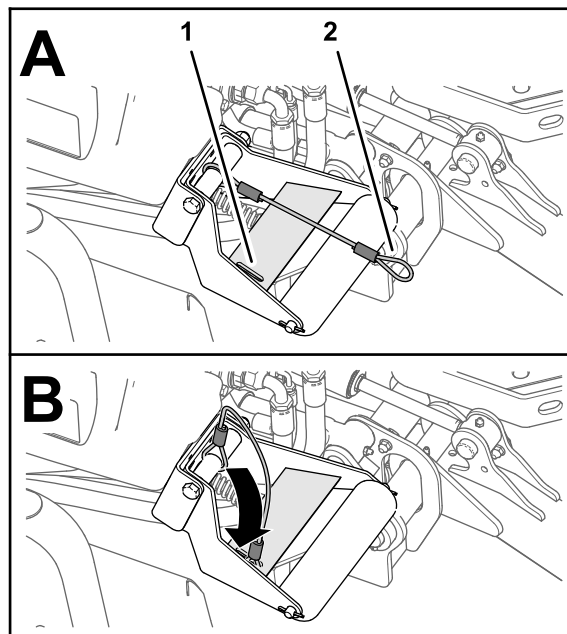

Figura 72
4. Con las unidades de corte bajadas, deslice el bucle del amarre en la ranura de la placa de refuerzo del soporte del rodillo (**Figura 72**).